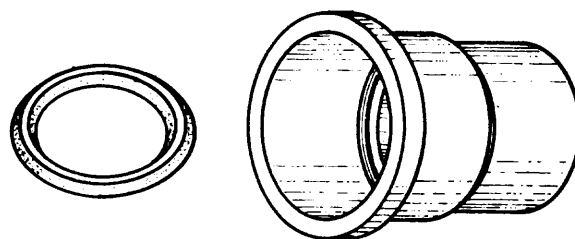

Fig. 3
3. Con empacaduras de goma (fig. 3).